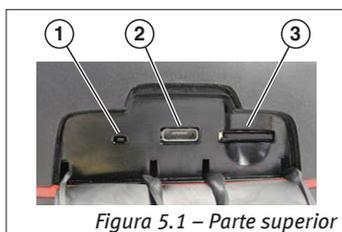

Figura 5.1 – Parte superior
A capa de proteção sobre a entrada microSD e USB não é mostrada para facilitar o entendimento na Figura 5.1.
2. Com o pacote de baterias instalado no Termovisor Automotivo, conecte o cabo USB na entrada micro USB do Termovisor Automotivo (Figura 5.1).
5. O LED de carregamento da bateria (localizado na parte superior do Termovisor Automotivo) ficará aceso durante o carregamento (Figura 5.1).